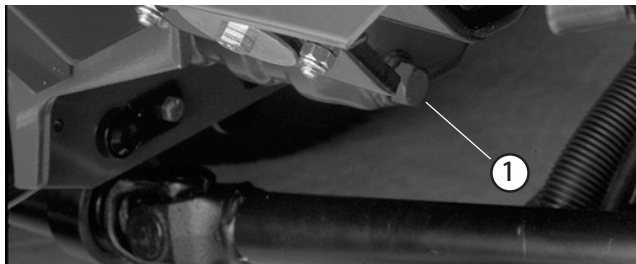

図 48
1. ドレン・プラグ (図48) を外してオイルを容器に受ける。オイルが抜けたらドレン・プラグを取り付ける。